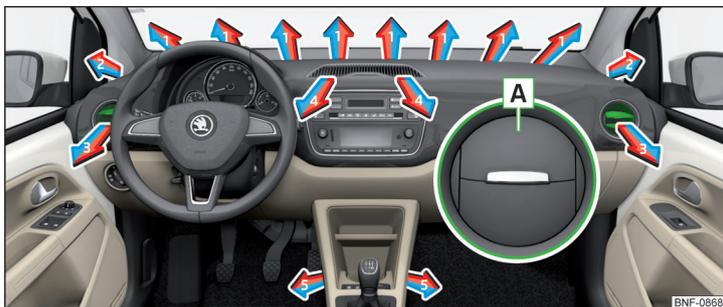

Fig. 89 Diffuseurs d'air
Les diffuseurs d'air **3** » fig. 89 offrent la possibilité de modifier la direction du débit de l'air et les diffuseurs peuvent s'ouvrir et se fermer séparément.
- Pour **ouvrir**, appuyez sur le bord extérieur de la lamelle dans la zone **A** » fig. 89.
Réglage de la direction du débit d'air	Diffuseurs d'air » fig. 89